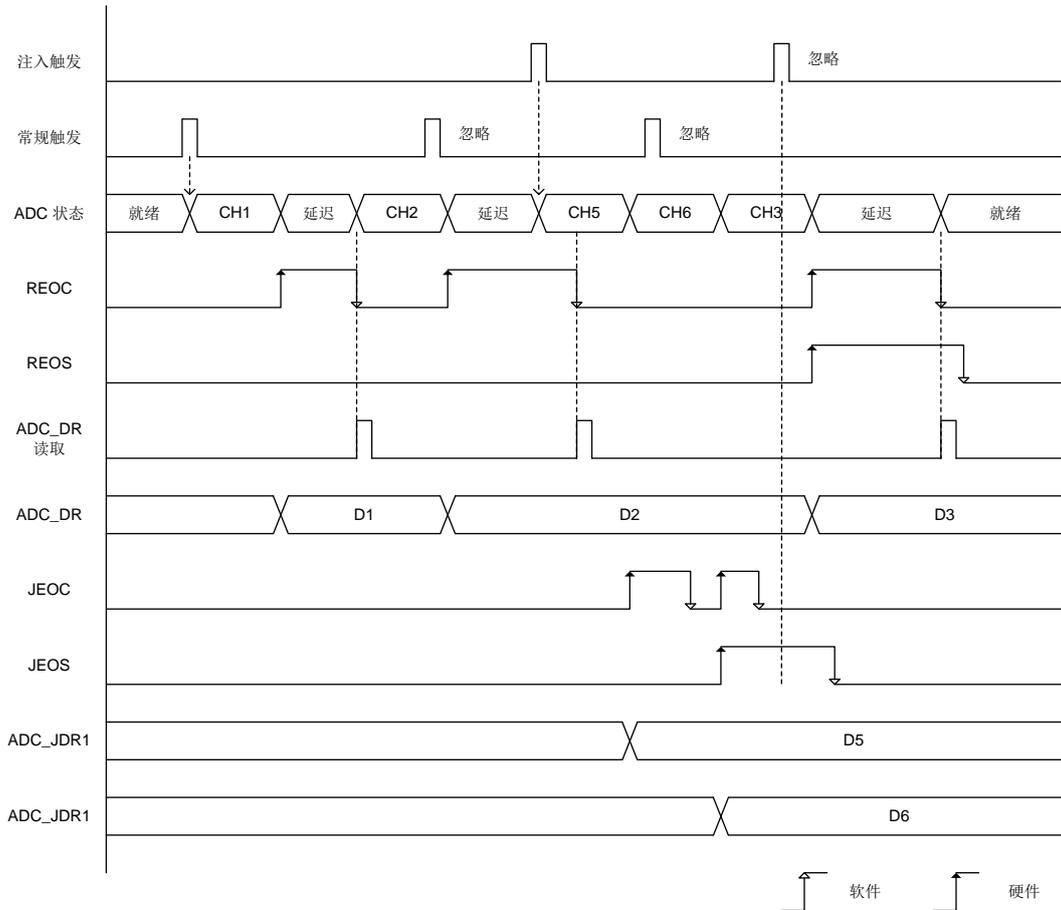

图 14-40 AUTODLY = 1，插入转换中断标准单次转换模式示意图 2
- ◆ 如果标准转换的自动延迟区间内发生插入触发，将立即启动插入转换。(可参照图 14-40)